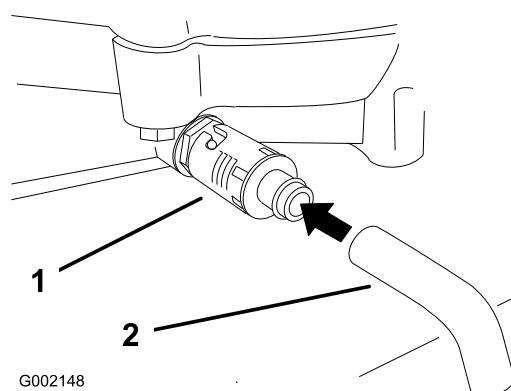

図 22
4. ドレンの下に廃油受けを置く。ドレン・バルブを回して開き、オイルを排出する（図 22）。